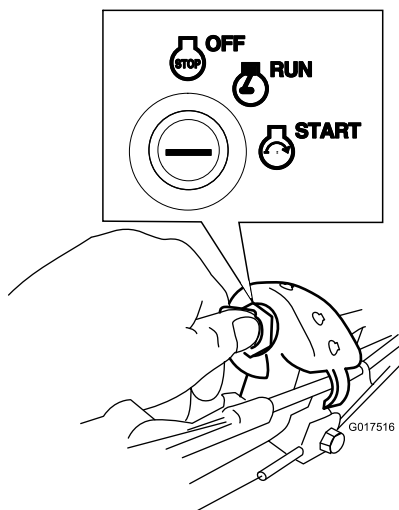

Рисунок 19
Поверните ключ зажигания в положение Start (Запуск) и удерживайте в этом положении (Рисунок 19); когда двигатель запустится, отпустите ключ.
1. Поверните ключ зажигания в положение Run (Работа) Рисунок 19